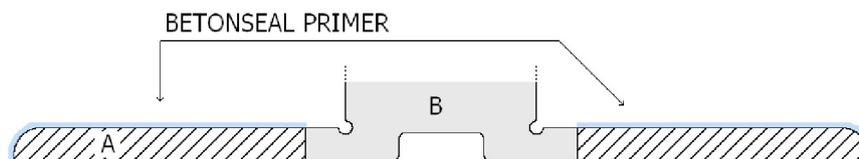
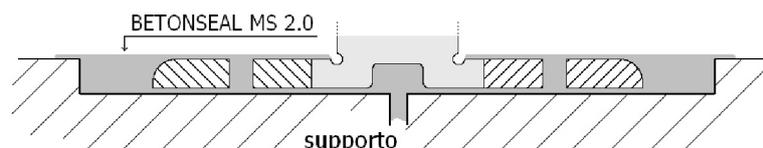
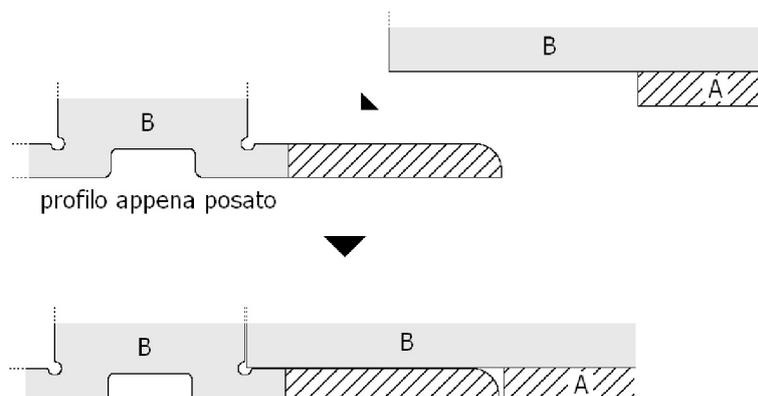

Fig. 2
Fig. 5
Fig. 7
- Applicare BETONSEAL PRIMER frizionando con tampone o straccio tutta la superficie delle alette laterali di fissaggio (in PVC semitrasparente) evitando di sporcare la parte centrale colorata B (vedi Fig. 2).
- Ricoprire completamente le alette di fissaggio con BETONSEAL MS 2.0 lasciando fuori solo la parte centrale colorata (vedi Fig. 5).
Installata la prima parte di BS PROFILE H10 (da Fig. 2 a Fig. 5), modificare l'estremità del profilo che verrà posato ad angolo asportando le alette (parte A) e la parte bassa del settore centrale (parte B) del profilo affinché il sormonto non causi dislivelli (vedi Fig. 7).